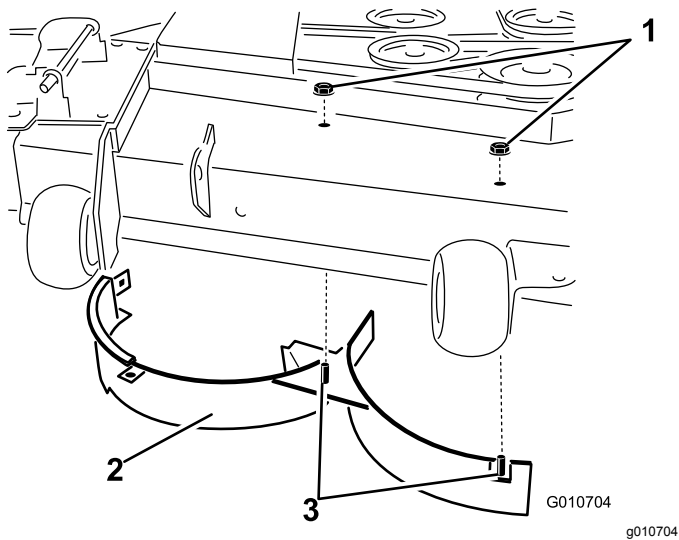

Figure 36
11. Retirez les 2 contre-écrous (5/16 po) qui fixent les montants soudés du déflecteur droit sur le dessus du plateau de coupe, au centre et à droite du centre (Figure 36).
12. Retirez le boulon de carrosserie et le contre-écrou qui fixent le déflecteur droit au sommet du plateau de coupe puis déposez le déflecteur (Figure 36).